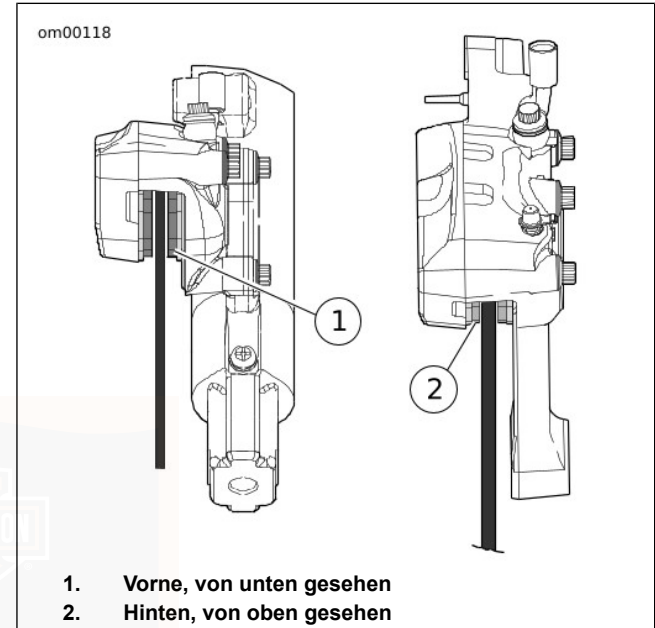

Abbildung 58. Bremsbelagmaterial
1. Siehe Abbildung 58. Die Hinterradbremsscheibe prüfen, wenn diese gedreht wird. Die Scheibe muss schlagfrei im Bremssattel laufen.